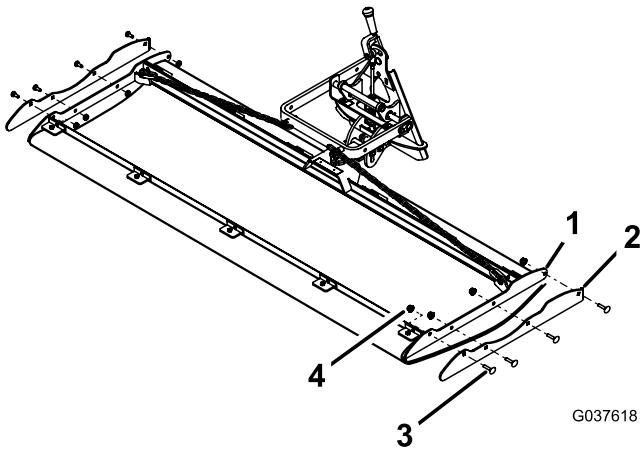

Figura 8
5. Se utilizzate la rete livellatrice su un green per golf, rimuovete la slitta situata su ciascun lato del telaio del sistema di trasporto (Figura 8).